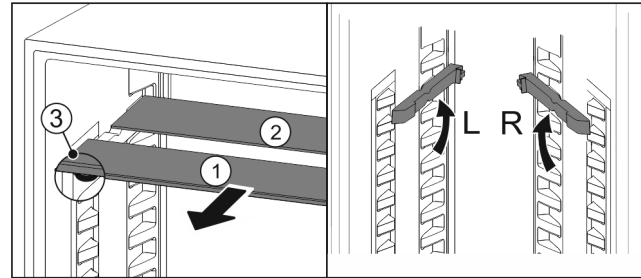

Fig. 130
- ▶ Glasplatten einzeln nach vorne herausziehen Fig. 130 (1).
- ▶ Glasplatte Fig. 130 (1) mit Zierleiste liegt vorne.
- ▶ Stopps Fig. 130 (3) zeigen nach unten.